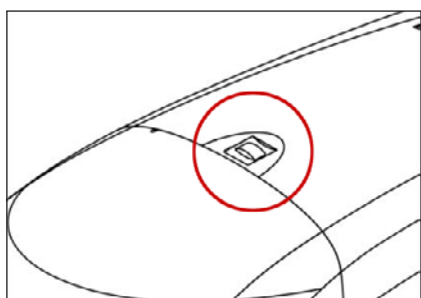

Рис. 1
13. Кнопка управления на корпусе привода (рис. 1)